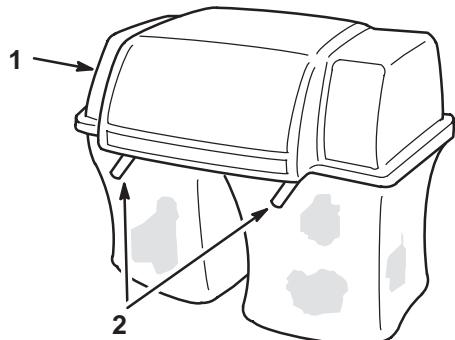

Figure 28
- Abaissez le couvercle du dispositif de ramassage sur les bacs. Appuyez ensuite sur les poignées de retenue des deux bacs à herbe pour les bloquer sur le bâti (Fig. 28).